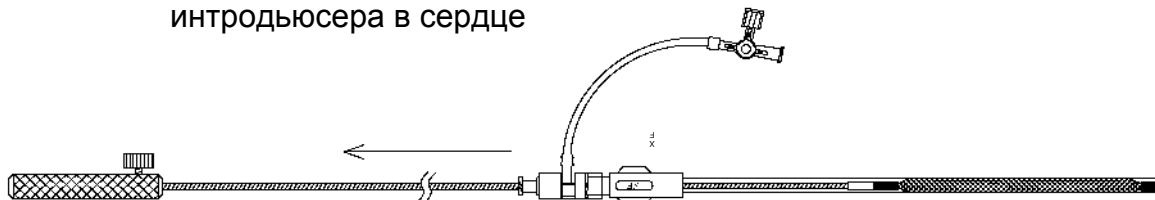

Рисунок 5 Иллюстрация загрузки устройства в приспособление для загрузки
- Пропустить доставляющий кабель через приспособление для загрузки и прикрутить устройство к наконечнику доставляющего кабеля. После надежного закрепления погрузить устройство и приспособление для загрузки в физиологический раствор и рывком втянуть устройство в приспособление для загрузки. Промыть устройство через боковой отвод (См. Рисунок 5).